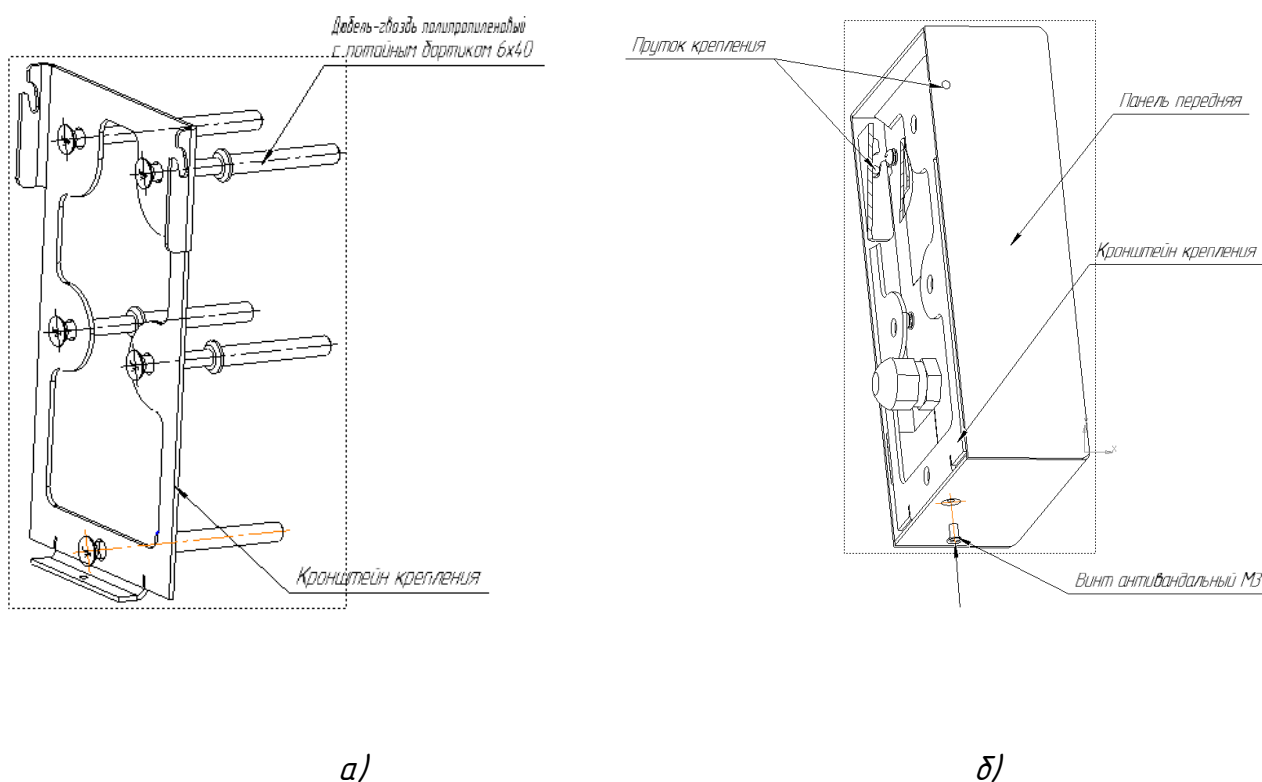

Рисунок 4
- осуществить монтаж кронштейна крепления на стену (рисунок 4 а));
- закрепить изделие на кронштейне крепления, с помощью прутков крепления, расположенных на задней поверхности корпуса изделия (рисунок 4 б));
- закрутить антивандальный винт до упора, обеспечив тем самым надежную фиксацию изделия на кронштейне крепления (рисунок 4 б)).